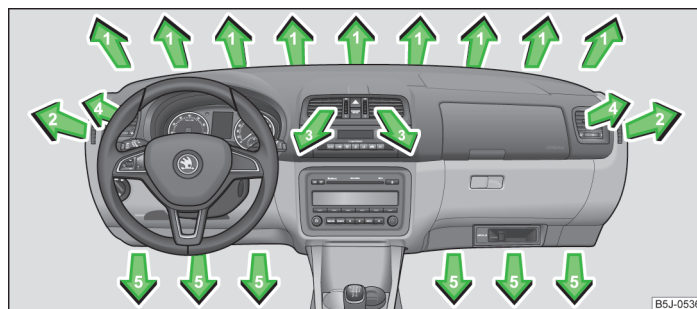

Fig. 77 Difusores de aire
En los difusores de aire **3** y **4** » fig. 77 se puede modificar el sentido de la corriente de aire, y los difusores se pueden también cerrar y abrir individualmente.
► Gire la rueda vertical (difusores de aire **3**) » fig. 77 o la rueda horizontal (difusores de aire **4**) a la posición
➤ Gire la rueda vertical (difusores de aire 3) » fig. 77 o la rueda horizontal (difusores de aire 4) a la posición 0.
- Mueva las láminas horizontales con el ajustador deslizable para cambiar la altura del flujo de aire » fig. 77.
Recomendamos dejar los difusores de aire 3 » fig. 77 de la página 81 en posición abierta en todos los modos de servicio.